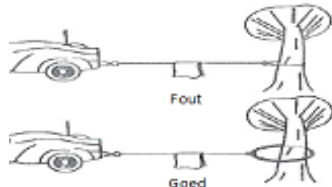

Figure 3
7. Haak de kabel nooit vast aan de kabel zelf, omdat hierdoor de kabel kan beschadigen. Gebruik een nylon strop (fig. 3).